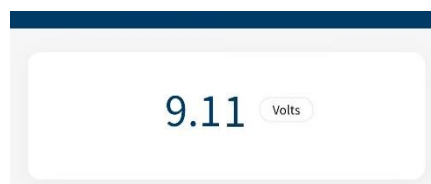

図 4: APP 上のバッテリーの測定電圧
5. 測定したバッテリー電圧(11.4V)が、図 4 のように APP に表示されます。